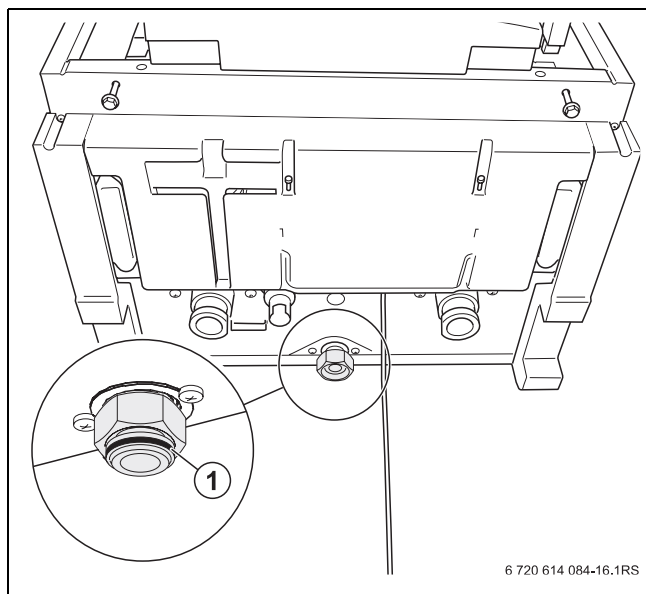

Fig. 3 Joint en caoutchouc
- ▶ Veiller à ce que le joint en caoutchouc plat prémonté se trouve bien à l'emplacement prévu dans le raccord à vis (côté (→ fig. 3, **loupe**).